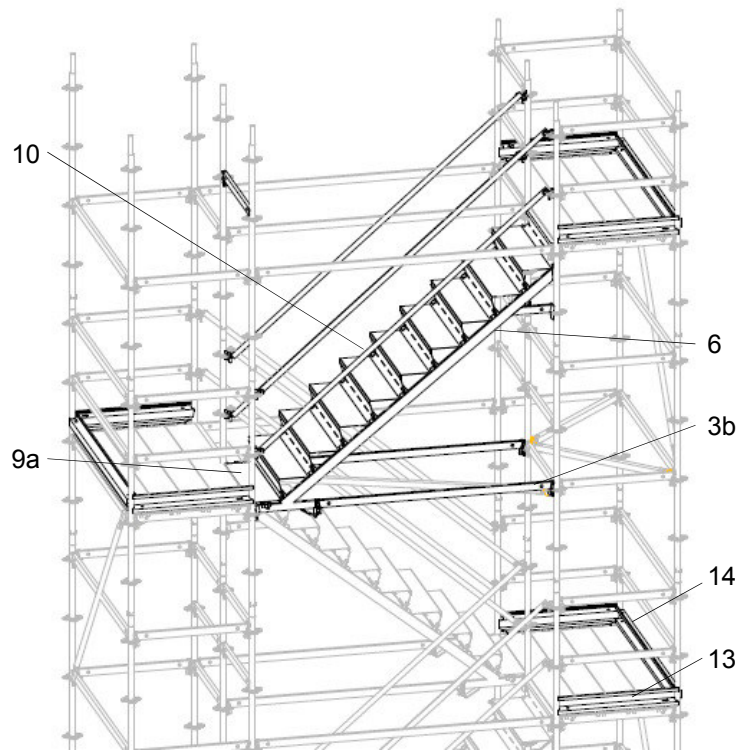

Fig.A4-4
Attach Stair Stringer UA (6) and UH 200 (3b). (Fig A4-4)